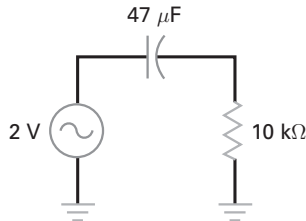

Figura 8-31
- 8-1** **III MultiSim** Na Figura 8-31, Qual é o menor valor da frequência para que o capacitor de acoplamento funcione adequadamente?
- 8-2** **III MultiSim** Se a resistência da carga mudar para 1 kΩ na Figura 8-31, qual é o valor da menor frequência para que haja um bom acoplamento?
- 8-3** **III MultiSim** Se o capacitor mudar para 100 μF na Figura 8-31, qual é o valor da menor frequência para que haja um bom acoplamento?
- 8-4** Se a menor frequência de entrada na Figura 8-31 for de 100 Hz, qual é o valor necessário de C para que exista um bom acoplamento?
- 8-35** Suponha que alguém montou o circuito da Figura 8-31. Essa pessoa não pode entender por que uma tensão CC muito pequena está sendo medida no resistor de $10 \text{ k}\Omega$ quando a tensão da fonte é de 2 V com a frequência igual a zero. Você pode explicar o que está acontecendo?